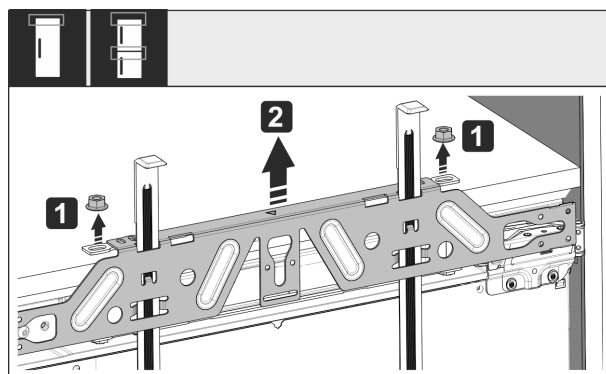

Fig. 50
- ▶ Lossa kontramuttern Fig. 50 (1).
- ▶ Ta av tvärstaget Fig. 50 (2).